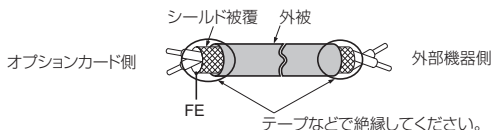
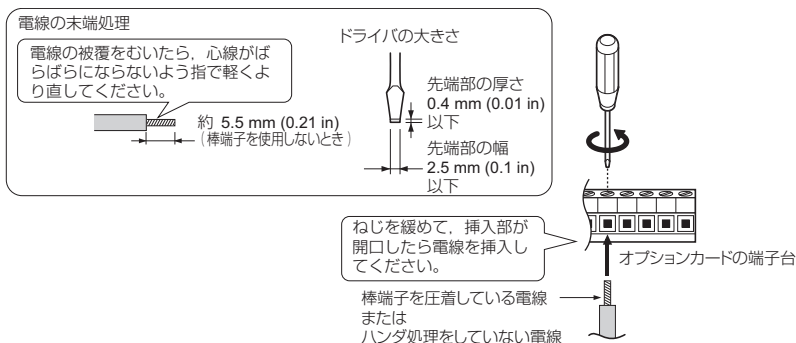

図 6 シールド線の末端処理
図 7 電線の端末処理と配線
2. インバータ側の接地端子 (I) には 2 つしかねじ穴がありません。オプションカードを 3 枚取付ける場合は、リード線の端子を重ねて接続してください。
4. 図 6 と図 7 を参考に電線の末端を処理してください。配線時の締め付けトルクについては、「電線サイズと締め付けトルク」(36 ページ) を参照してください。すべての電線が確実に固定されているか、電線の被覆が端子台の挿入部に噛み込んでいないかを確認してください。また、はみ出した心線はすべて切断してください。